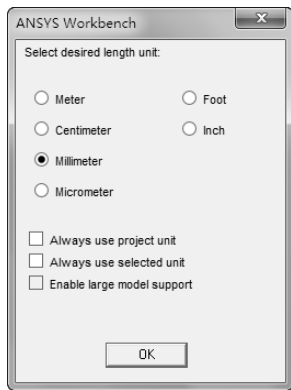

图 10-77 【ANSYS Workbench】对话框
3) 双击项目 A 中的 A2 栏的【Geometry】项，此时会进入到 DesignModeler 界面，并弹出【ANSYS Workbench】对话框，选择【Millimeter】单选按钮设置 mm 单位，如图 10-77 所示。